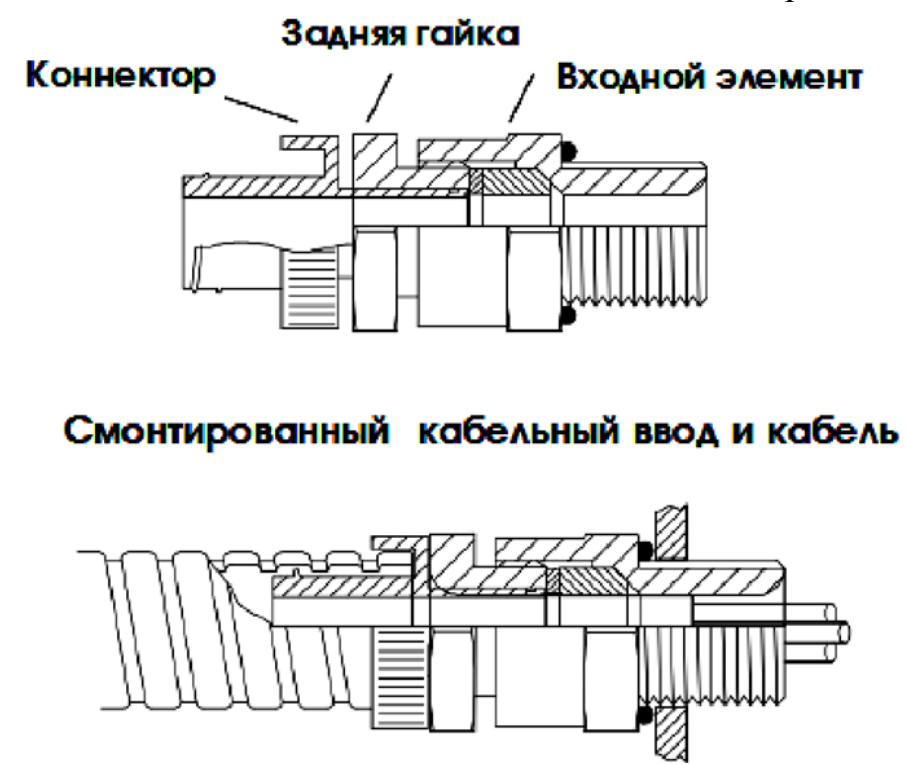

Рисунок 30 - Кабельный ввод
1) Закрепить входной элемент кабельного ввода в соответствующие отверстия в корпусе газоанализатора (см. рисунок 30). Затянуть вручную, затем закрутить с помощью гаечного ключа. Усилие затяжки кабельного ввода при монтаже 32,5 Нм.